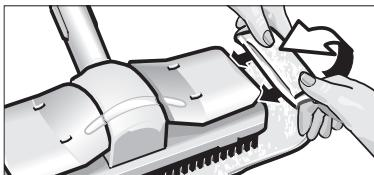

Fig. 12: Colocación del paño en la boquilla
- Fije el paño de limpieza (H3) a la boquilla barredora de suelos (H1). Pliegue el paño a lo largo y coloque la boquilla barredora de suelos encima. Sujete el paño a la boquilla, enganchando los extremos que sobresalen debajo de las pinzas de sujeción (H2) (véase la fig.12).